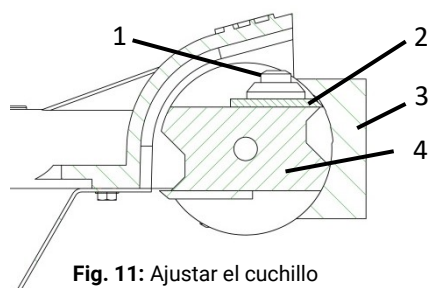

Fig. 11: Ajustar el cuchillo
- > Afloje el tornillo del cuchillo (**1** - Fig.11).
- > Deslice el cuchillo (**2** - Fig.11) hasta el final.
- > Coloca el calibrador de cuchillos (**3** - Fig.11) en el rodillo (**4** - Fig.11) de modo que descansa sobre las dos superficies de apoyo del rodillo en la parte superior e inferior.